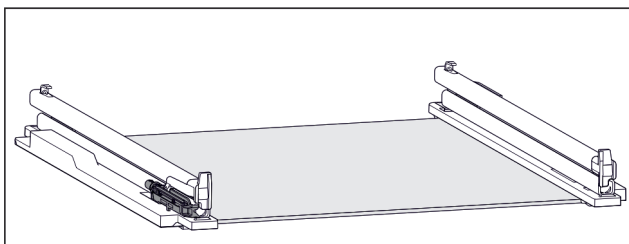

Fig. 113 Tlumič jednotka
- K levé kolejničce je připevněna tlumič jednotka. (viz Fig. 113)